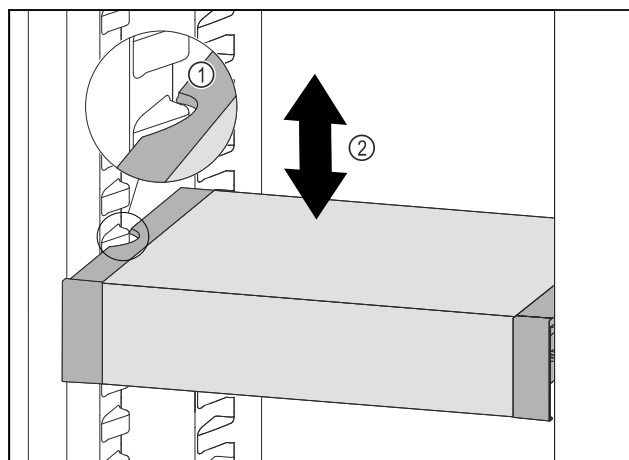

Fig. 113
- ▶ 向前移动 VarioSafe，直到 VarioSafe 两侧的凹槽与冷藏区中的容器肋梁持平。Fig. 113 (1)
- ▶ 在冷藏区中向上或向下移动 VarioSafe，直至所需高度。Fig. 113 (2)